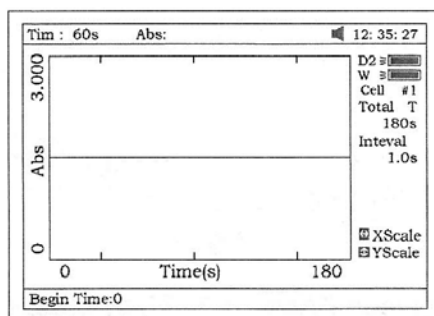
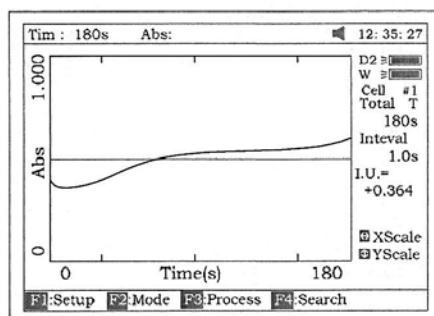

Fig 57
Fig 58
5. Presione **[F3]** para procesar los datos e ingrese “Begin Time”, “End Time” y “Factor” (Fig 57), y el valor será calculado en I.U. y desplegado en la pantalla (Fig 58). La línea recta promedio entre el tiempo de comienzo y el tiempo final será calculada. La pendiente de esta línea proporciona la velocidad de cambio $\Delta A/\text{min}$.